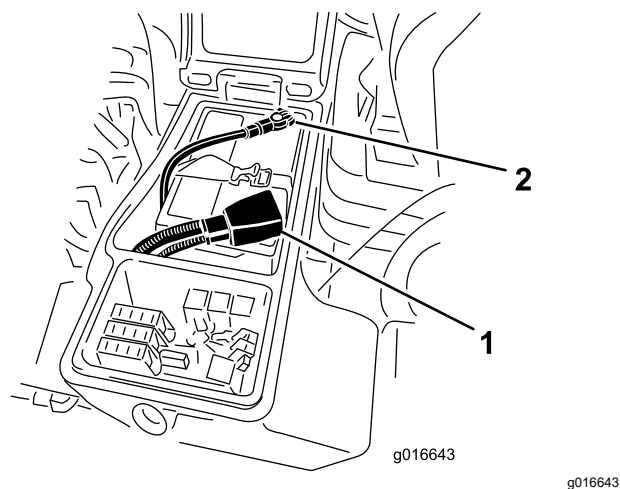

Figura 81
4. Instale o cabo positivo (vermelho) no terminal positivo (+) e o cabo negativo (negro) no terminal negativo (-) da bateria (Figura 81). Prenda os cabos nos pólos com parafusos e porcas. Certifique-se de que o terminal positivo (+) se encontra corretamente colocado no polo e de que o cabo se encontra corretamente encaixado na bateria. O cabo não deverá estar em contacto com a cobertura da bateria. Coloque a proteção de borracha sobre o terminal positivo para evitar um curto-circuito.